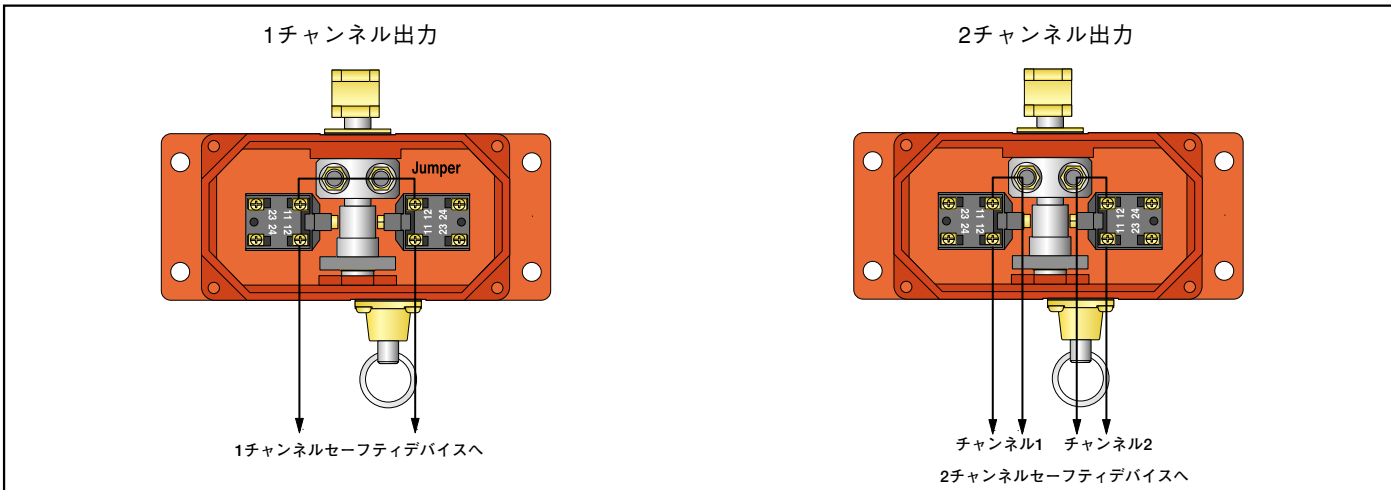

Fig.4 接続
**1チャンネル出力** : Fig.4のように、端子11/12を直列に接続して下さい。